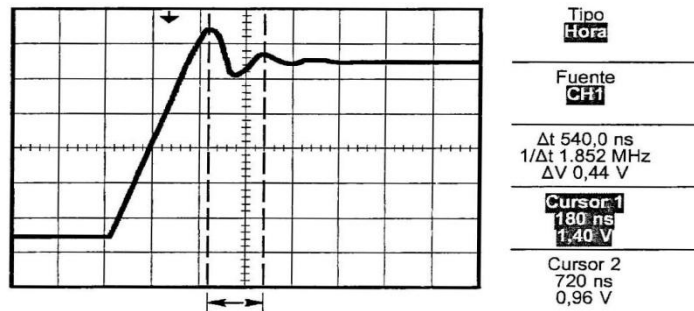

Fig.83.-Medida de tiempo de subida.
- La señal medida es como aparece en la fig. 83.